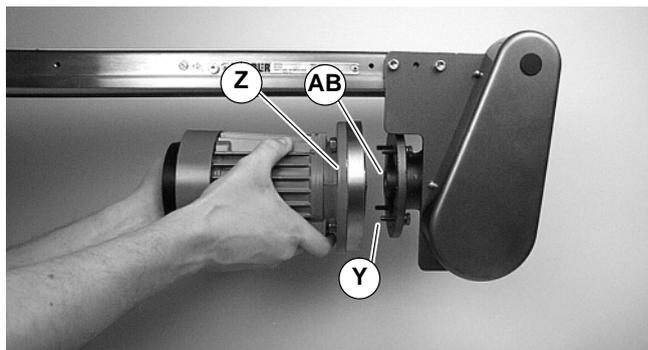

Abbildung 25
6. Mit der Paßfeder (AB siehe Abbildung 25) in der Nut, den Motor mit Adapterflansch (Z) und Untersetzungsgetriebe zusammenschieben. Die Schrauben einsetzen (Y) und festziehen.